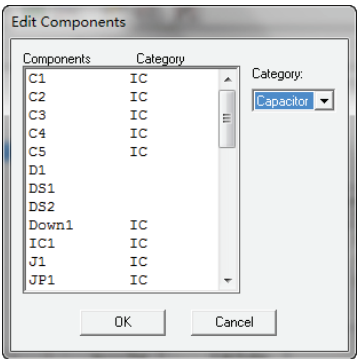

图 7-29 “Edit Component”对话框
4) “Components”命令：该命令用于察看元器件的类别，执行该命令后，系统将弹出如图 7-29 所示的“Edit Component”对话框。